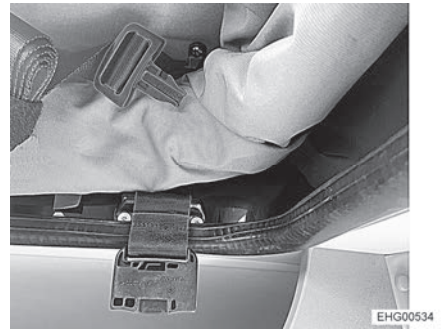

Fig. 68 Fibbia, aperta
- Chiudere e stringere le due fibbie (Fig. 68).